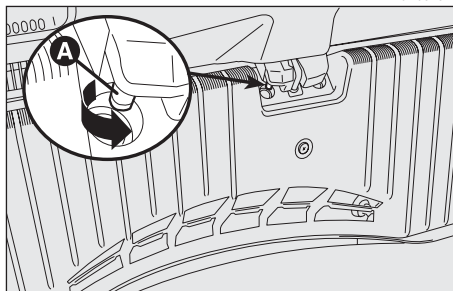

fig. 129
- per ottenere lo sblocco meccanico del portellone, operando all'interno del vano bagagli, agire sulla levetta (A-fig. 129) come illustrato.